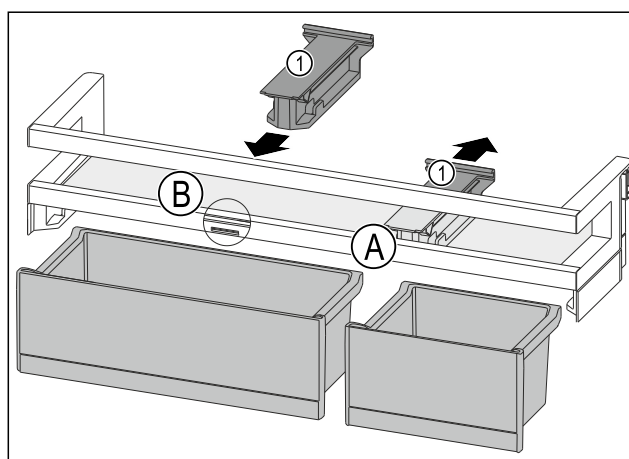

Fig. 88
- Retire la pieza de retención Fig. 88 (1) hacia atrás hacia la posición Fig. 88 (A).
- Inserte la pieza de retención Fig. 88 (1) en la posición Fig. 88 (B).